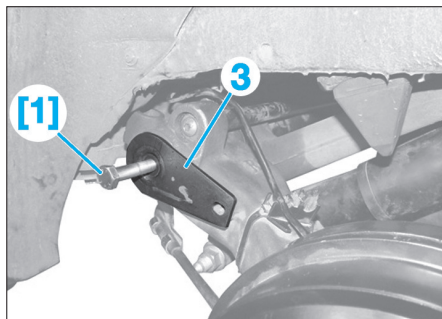

Fig. 51
- Enduire le filetage et l'extrémité de la vis [1] d'un produit de glissement (Fig.51).
- Visser la vis [1] dans le levier (3) jusqu'en appui sur la barre stabilisatrice.